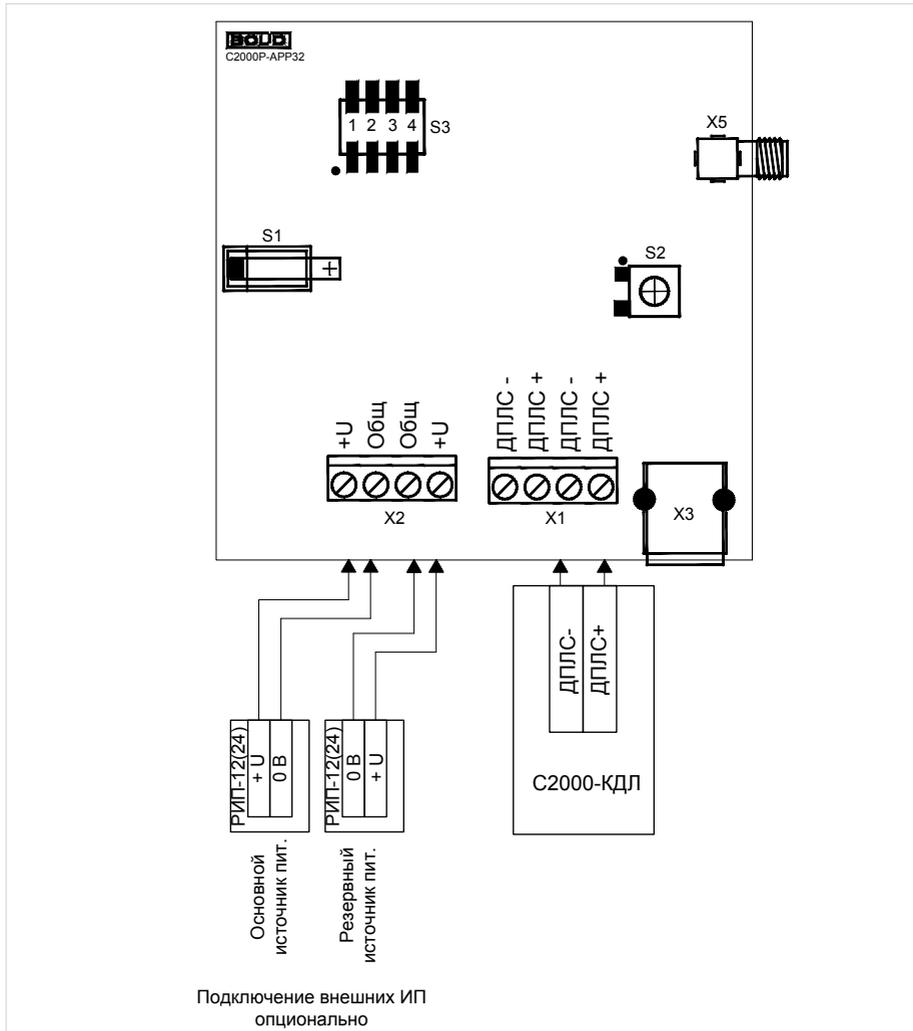

Рисунок 9. Схема подключения «С2000Р-APP32»
2. Схема внешних соединений приведена на рис. 9.